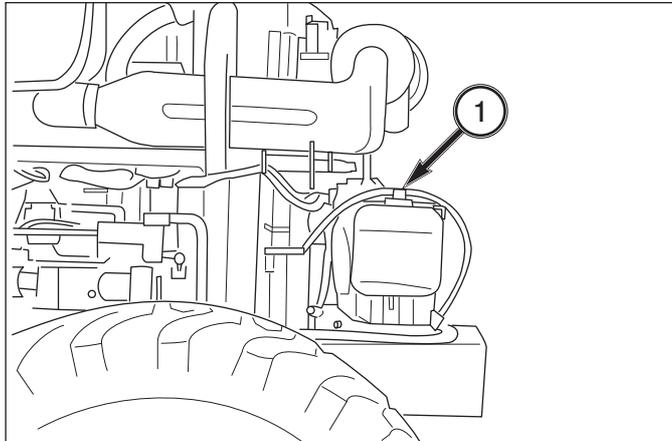

FIG. 6-12
**FIG. 6-12:** Le radiateur comporte un vase d'expansion, 1, pour garder constant le niveau du liquide de refroidissement dans le radiateur. Contrôlez le niveau dans ce réservoir lors de l'inspection quotidienne.